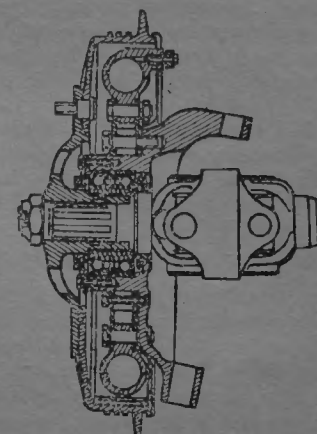

FIG. 52. — Coupe du moyeu avant.
Ainsi que nous l'avons dit plus haut, le moyeu avant tourne dans deux roulements à billes logés dans un alésage du pivot (fig. 52). Pour retirer le moyeu, il faut d'abord enlever la transmission et dévisser, à l'aide d'une clé passée à travers les trous dans le moyeu, les vis fixant la butée de roulements. Tirer ensuite le moyeu à soi. S'il est dur, on peut frapper der-
c) Le montage du moyeu avant est analogue à celui de la 15 CV (voir chap. XIV, fig 52), mais avec un seul roulement. Rappelons que dans les 7 et 11 CV c'est la fusée qui tourne directement dans les roulements et que le moyeu est simplement monté sur le bout conique de la fusée ; c'est donc la fusée qui est porteuse, tandis que dans l'autre montage le moyeu est porteur.